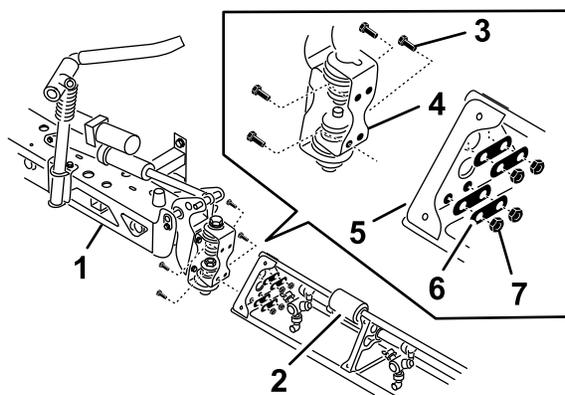

Figure 38
2. Faites pivoter chaque support d'articulation au bout de la section de rampe centrale de façon à aligner les supports sur le plan vertical (Figure 38).
4. Fixez le support d'articulation à la plaque triangulaire au moyen des 4 boulons à embase, 4 plaques d'appui et 4 contre-écrous à embase (Figure 38) que vous avez retirés à l'opération (1).
6. Placez la tige du vérin de levage de la rampe en face des trous dans la fourche du support d'articulation (Figure 38).
7. Fixez la tige à la fourche du support d'articulation au moyen d'un axe de chape et d'une goupille fendue (Figure 38).